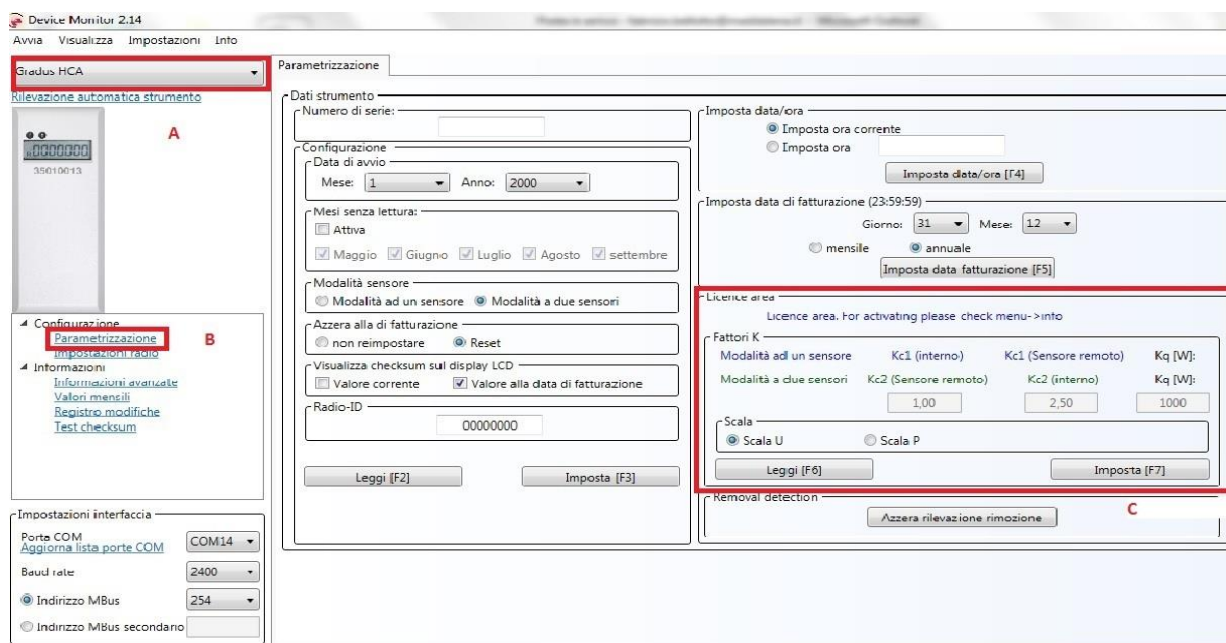
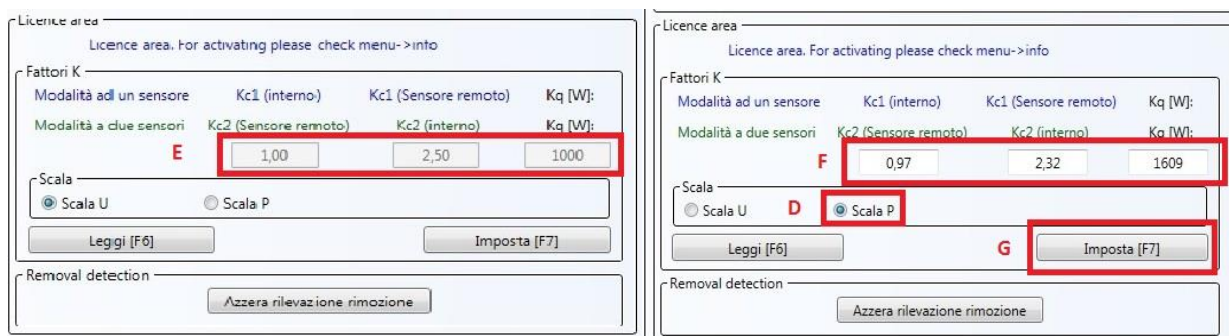

Fig. 1 Finestra di selezione e configurazione
Fig. 2 Pannello di selezione della scala prodotto e inserimento dei fattori K
1. Selezionare "Gradus HCA" nella finestra di selezione dello strumento (Fig. 1, A).
2. Il menu "Configurazione" verrà visualizzato automaticamente: selezionare "Parametrizzazione" (Fig. 1, B).
3. Selezionare Scala P (prodotto) per modificare la configurazione di fabbrica⁵ del ripartitore – Scala U (unitaria) – (Fig. 1, C e Fig. 2, D).
4. I campi in grigio si attiveranno (Fig. 2, E): inserire i fattori K_C e K_Q specifici del radiatore (Fig. 2, F).
5. Salvare facendo clic su "Imposta" (Fig. 2, G).